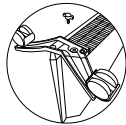

Рис. 8.
- приложить планку опорной шасси к месту крепления на конвекторе так, чтобы выпуклая часть планки прилежала плотно к корпусу конвектора и находилась ближе к его задней стенке, винтовое отверстие должно совпадать (рис. 8);